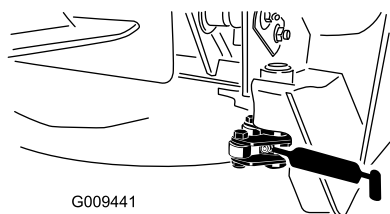

Figura 42
- Fermo orientabile (2) (Figura 42)